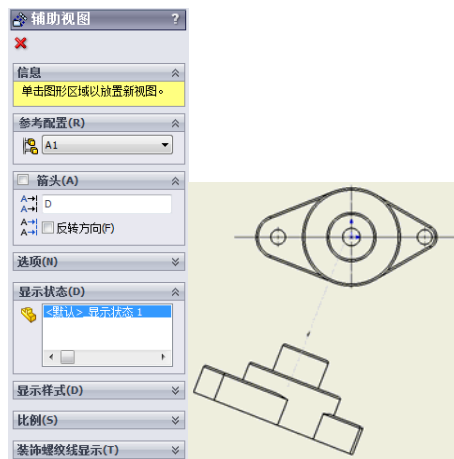

图 9-14 [辅助视图]属性管理器
- 4. 在 [辅助视图] 属性管理器中（图 9-14）设置选项。